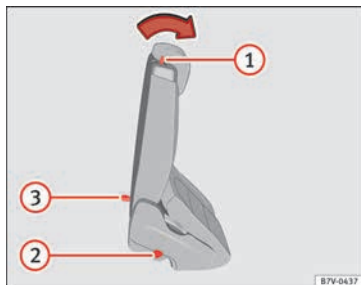

Fig. 159 Segunda fila de asientos: mandos de la ayuda de acceso.
• Si los hubiera, retire los objetos situados en la zona reposapiés de la segunda fila de asientos » » » ❶.
• Empuje la palanca » » » fig. 159 ❶ hacia delante y abata el respaldo del asiento trasero. Este asiento se abate por completo hacia delante » » » ❷ y todavía se puede desplazar más longitudinalmente hacia delante.
• Entrar y salir del vehículo con cuidado » » » ❸.
• Levante el respaldo del asiento trasero hacia arriba, en posición vertical. El asiento completo se recoge hacia atrás » » » ❸.
• El asiento trasero debe quedar bien encastado para poder garantizar el efecto protector de los cinturones de seguridad en las plazas del asiento trasero. La marca roja » » » fig. 159 ❷ no deberá verse » » » ❸ en Plegar los asientos traseros como superficie de carga de la pág. 166.
Si la palanca » » » fig. 159 ❶ no funciona, por ejemplo, después de un accidente, desde la tercera fila se pueden plegar hacia delante los asientos de la segunda fila para facilitar la salida desde la tercera fila » » » ❸.
• Tire del asa »» fig. 159 ③ hacia atrás y abata el respaldo del asiento trasero. La banqueta completa se pliega hacia delante »» △.
• Una marca roja en el lado del asiento »» fig. 159 ② advierte que el respaldo no es-